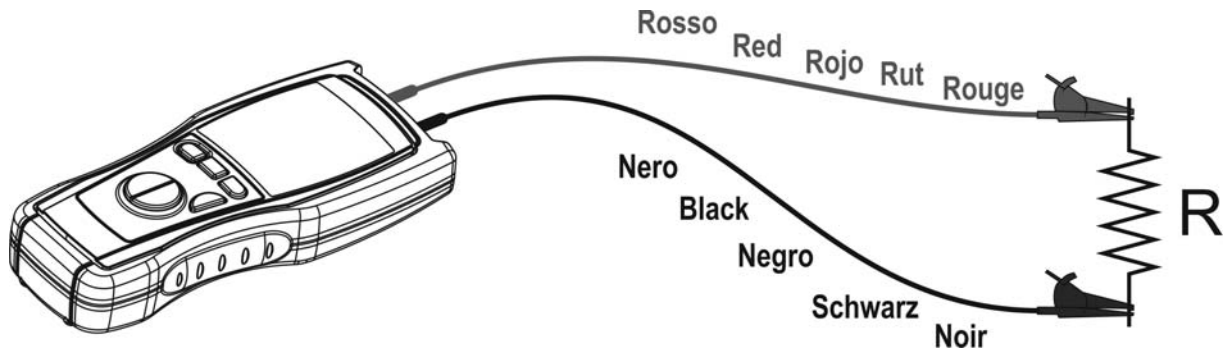

Fig. 4 : Connexion des bornes de l'instrument sous test Ω
5. Positionner les embouts sur les points désirés du circuit sous test (voir Fig. 4).